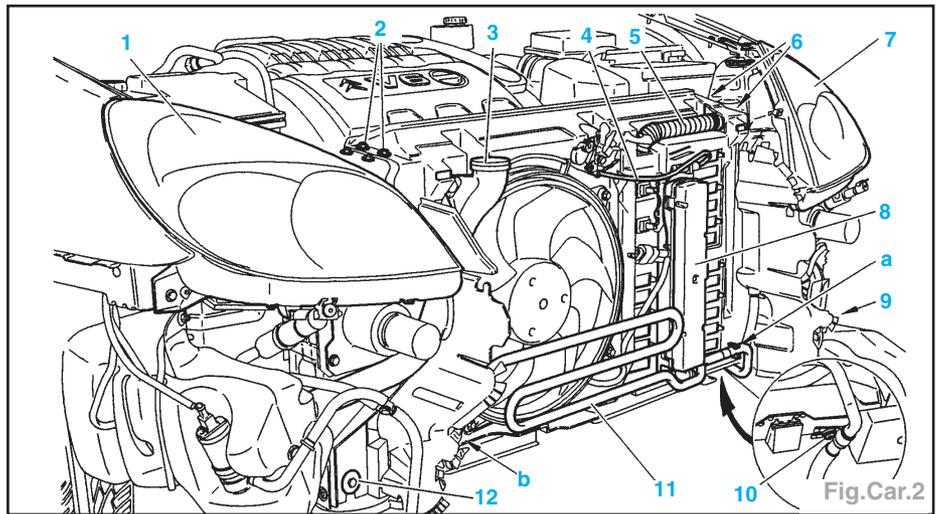

Fig.Car.2
- Déposer (Fig.Car.2) :
- les projecteurs (1) et (7),
- la tubulure de remplissage (3),
- le conduit d'aération (5),
- le couvercle du boîtier des connecteurs (8),
- le câble d'ouverture de capot (4),
- les vis (2), (6) et (10).
- Déclipper le circuit de refroidissement de direction assistée (11) (en «a» et «b»).
- Desserrer les vis (9) et (12).
- Débrancher les 4 connecteurs du boîtier (8).